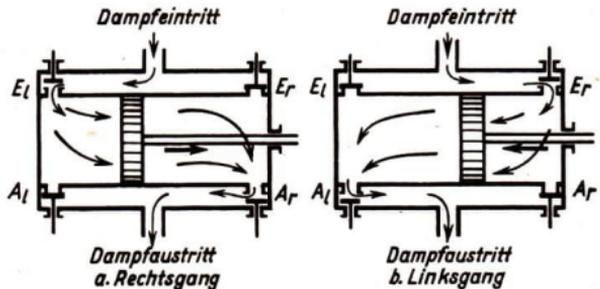

Abb. 318 Einfache Ventilsteuerung. E Eintritts-, A Austrittsventile
**3. Die neuzeitliche Dampfmaschine.** Die einfache Schiebersteuerung wird heute nicht mehr gebaut. An ihre Stelle ist die *Kolbenschiebersteuerung*, wie wir sie bei der Lokomotive kennenlernten, und, insbesondere bei ortsfesten Maschinen, die *Ventilsteuerung* getreten. Abb. 318 läßt deren Wirkungsweise erkennen. Die Ventile werden durch Stoßstangen betätigt, die ihren Antrieb von einer mit der Hauptwelle gekoppelten besonderen Ventilwelle aus über exzentrische Scheiben erhalten. Die Dampfzufuhr wird so gesteuert, daß die Eintrittsventile nicht während des ganzen Kolbenvorlaufs geöffnet bleiben, sondern schon vorher schließen. Der Vortrieb des Kolbens erfolgt dann durch Ausdehnung, (*Expansion*1) des eingetretenen Dampfes, wodurch der *Wirkungsgrad* (s. § 56,3) der Maschine wesentlich gesteigert wird. Bei größeren Maschinen verteilt sich die Expansion meist auf zwei, ja auf drei Zylinder von wachsendem Querschnitt, die der Dampf der Reihe nach durchströmt und die auf dieselbe Welle einwirken. Alle neueren Kolbendampfmaschinen sind Expansionsmaschinen (Abb. 319).